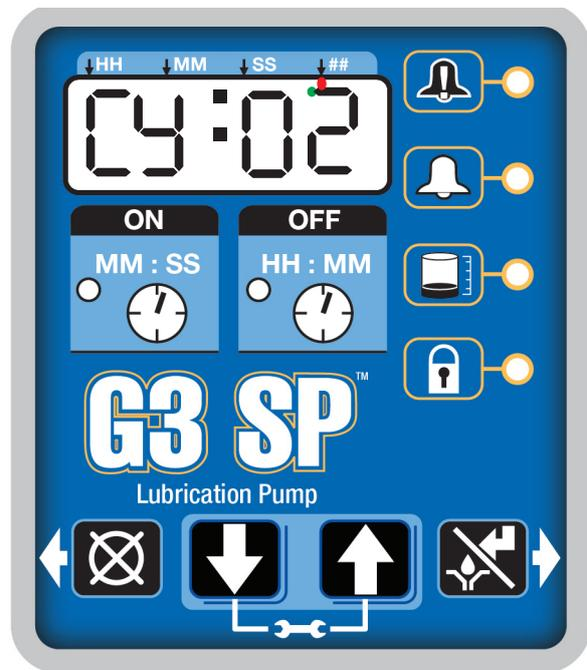

FIG. 30
- Cuando el recuento de tiempo OFF llega a cero, la bomba de lubricación automática G3 acciona la bomba y funciona durante el ciclo de tiempo ON programado (FIG. 30).
- Número configurado de recuentos de disparo en un sistema basado en ciclos (CY). Normalmente, un interruptor de proximidad conectado a una válvula divisora.
- La pantalla indica el sensor (CY) y los ciclos restantes para dicho sensor (FIG. 30).
El ejemplo indicado en la FIG. 30 muestra el sensor CY con 2 ciclos restantes.